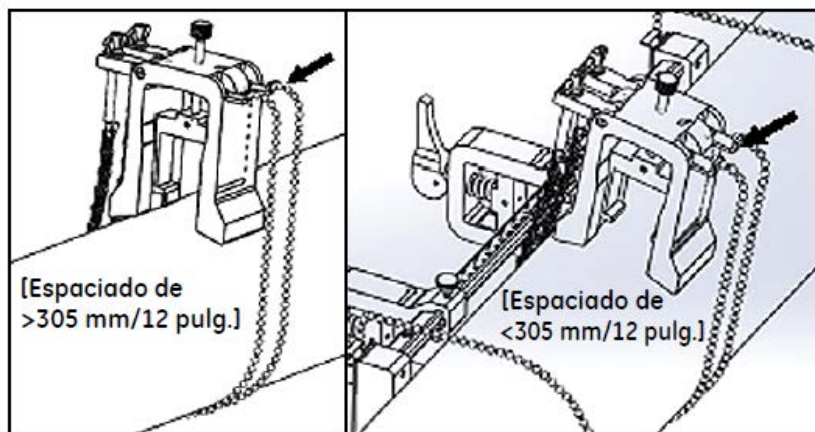

Figura 27: Cadenas del yugo firmemente fijadas
3. Rodee la tubería con las cadenas del yugo y fíjelas firmemente a la escuadra del yugo, como se muestra en Figura 27 más abajo.